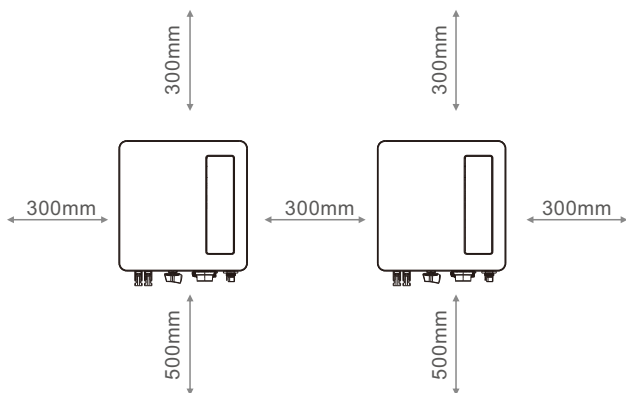

Figura 4.2 Folga de Montagem do Inversor
1. De acordo com a Figura 4.2, selecione a altura de montagem do suporte e marque os furos de montagem. No caso de paredes de tijolos, a posição dos furos deve ser adequada para parafusos de expansão.